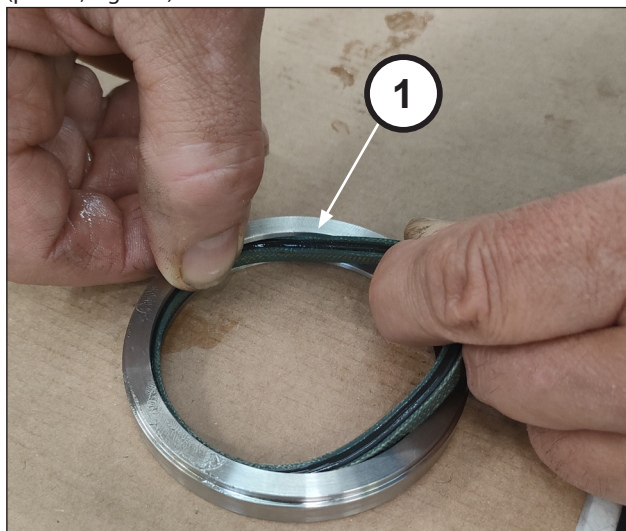

Fig. 148
Insira o vedante de baixa pressão no anel de vedantes LP (pos. ①, Fig. 148).